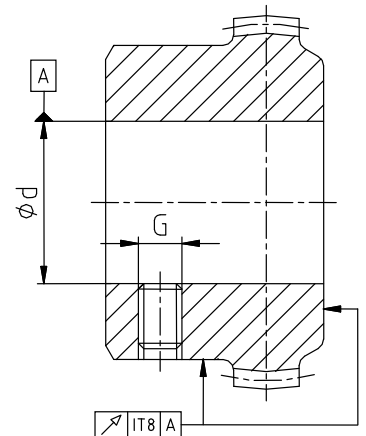

Bild 9: Rund- und Planlaufgenauigkeit
- Bei Herstellung der Nabenbohrung durch den Kunden ist die Rund- bzw. Planlaufgenauigkeit (siehe Bild 9) einzuhalten.